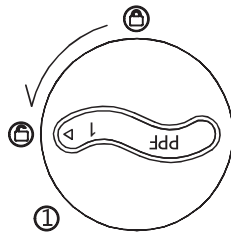

Fig 6
4. Gire 90° el filtro viejo en sentido contrario al reloj. Cuando el triángulo en el filtro apunte al , retire el filtro obsoleto. (Fig 6).